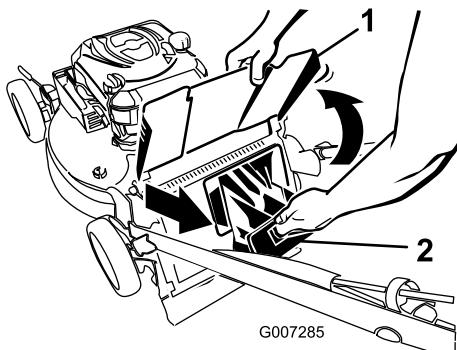

Figura 27
2. Levante y sujeté el deflector de descarga (Figura 27).
3. Saque el tapón de descarga trasero (Figura 27).